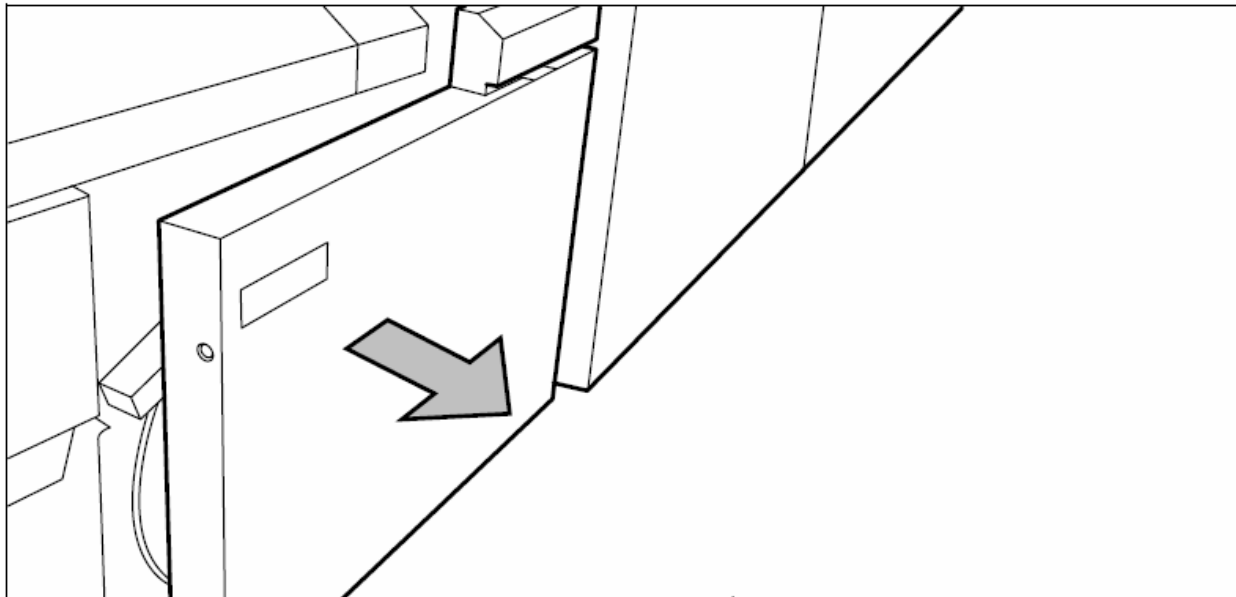

Рисунок 107: Откройте боковую крышку устройства, предназначенного для усиления кромки листа носителя
1. Откройте боковую крышку устройства, предназначенного для усиления кромки листа (reinforcement unit) (см. рисунок 107).